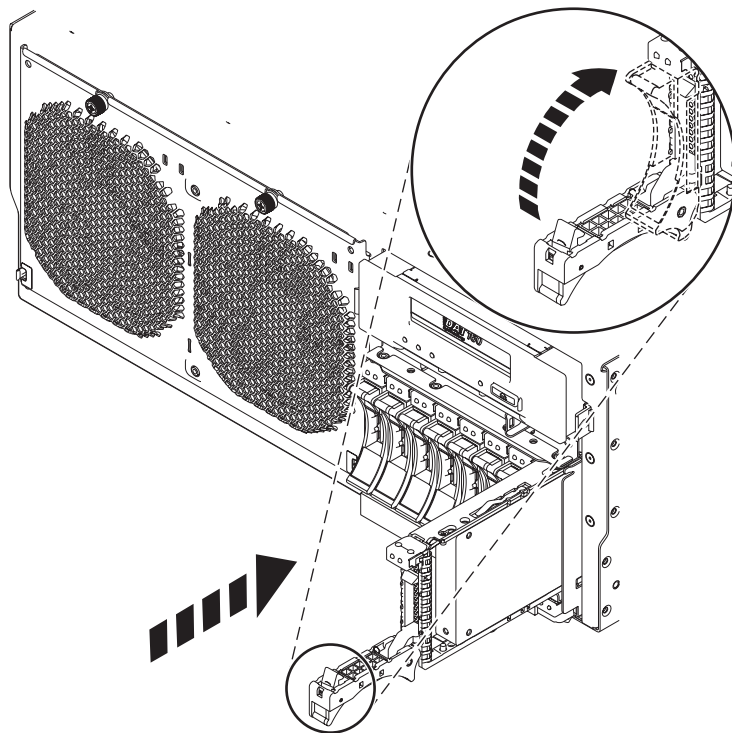

Figura 51. Sustitución de una unidad de disco en el sistema
8. Cuando el LED de identificación se encienda de manera fija, deslice la unidad de disco o la unidad de estado sólido hasta el fondo del sistema o de una unidad de expansión y empuje hacia adentro el asa de la unidad (A) hasta que quede encajada, como se muestra en Figura 51 en la página 87.